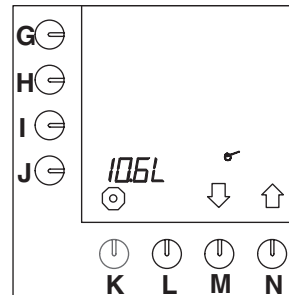

Fig. 30 Samlede vandmængde
- Når du har indtastet leder-PIN-koden, vises fig. 30 i displayet.